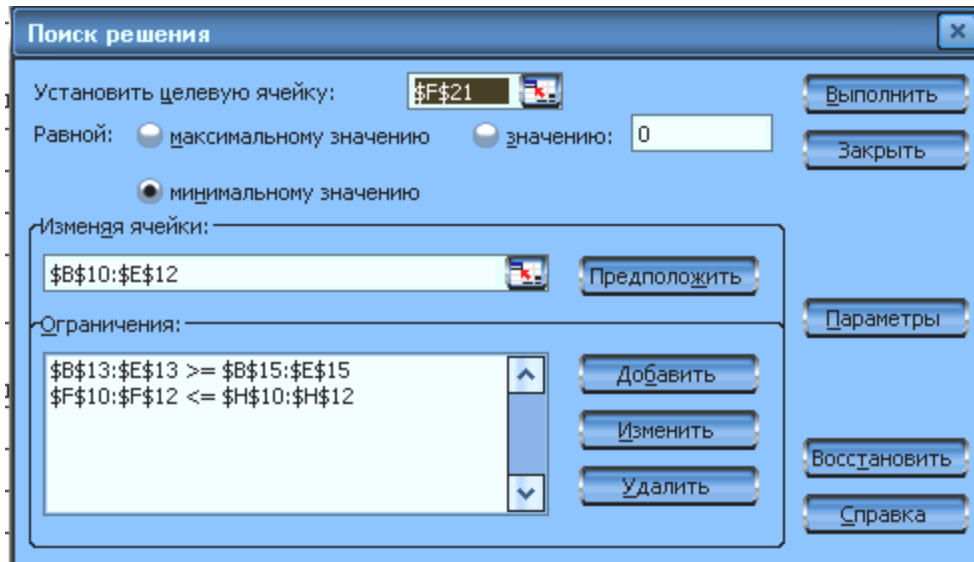

Рисунок 6.2 - Диалоговое окно надстройки Поиск решения
- Открыть диалоговое окно «Параметры поиска решения»→ клавиша Параметры (Рисунок 6.2)